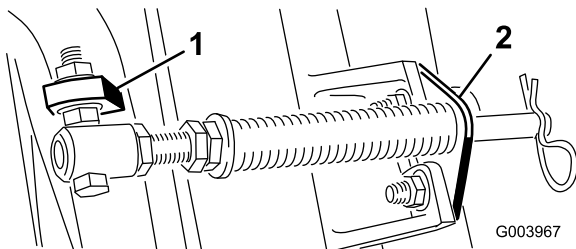

图6
- C. 将弹簧管栓安装到承载架的另一个凸耳上，并使用凸缘螺母固定。螺栓头朝向凸耳外侧，如图6 所示。
- D. 使用车身螺栓和螺母将杆支架固定到滚刀组凸耳上（图6）。